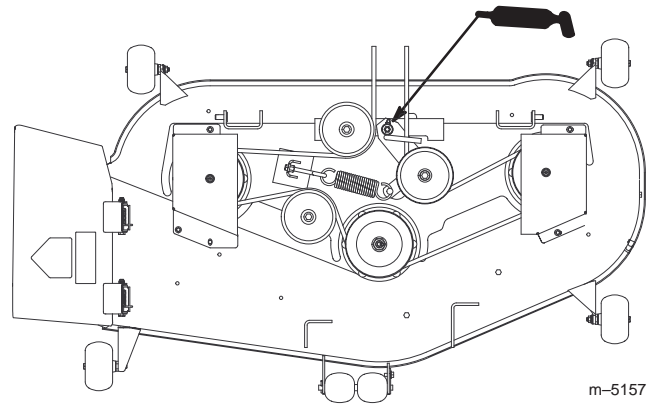

Figure 31
3. Graissez le pivot de la poulie de tension (Fig. 31).